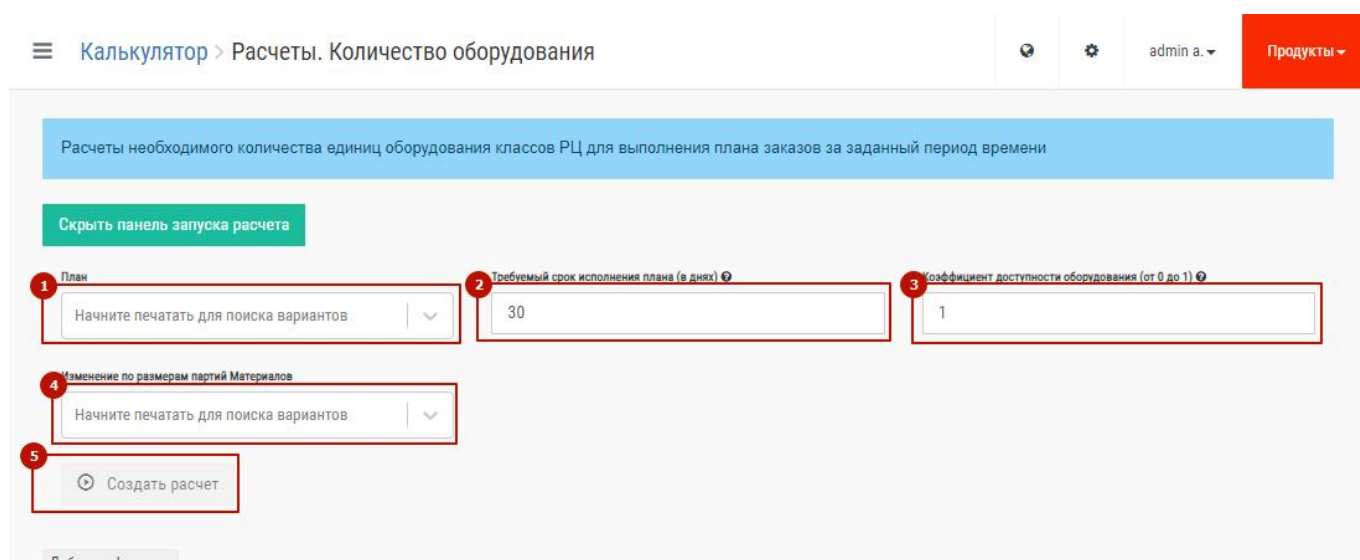

Рис. 69 – Параметры расчета «Количества оборудования»
В окне появятся поля с параметрами расчёта, которые нужно заполнить. Пример окна показан на Рис. 69.
1. План заказов. Это обязательный параметр, без выбора плана заказов расчет не будет выполнен (1 на Рис. 69).
2. Требуемый срок исполнения плана (в днях). Это число используется для вычисления фонда рабочего времени, который затем используется при моделировании. Это обязательный параметр. По умолчанию стоит 30 дней (2 на Рис. 69).
3. Коэффициент доступности оборудования. Обязательный параметр. Требует ввода значения от 0 до 1. Также используется для расчёта фонда рабочего времени и при расчётах перемножается вместе с требуемым сроком исполнения плана. Нужен в объемных расчетах для учета ППР (планово-предупредительных работ), износа оборудования, сменности и т.д. (3 на Рис. 69).
4. Изменение по размерам партий материалов. Это не обязательный параметр. Используется в расчётах для определения минимальны производственных партий. Если требуемая для изготовления всех заказов плана партия материала меньше размера партии в изменение, то при расчете будет применен размер партии, указанный в изменении (4 на Рис. 69).
После заполнения всех обязательных параметров кнопка «Создать расчет» станет доступной для нажатия (1 на Рис. 69).